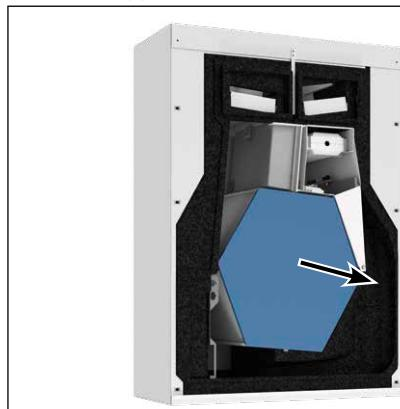

Fig. 9
- 2. Afin de réduire le poids de la centrale, retirer l'échangeur à contre-courant (voir Fig. 9).